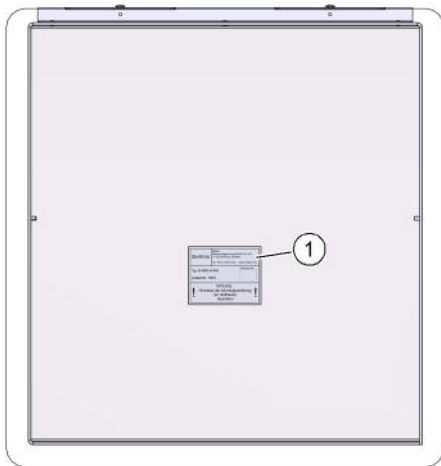

Abb. 2: Typenschild auf Putzschutzdeckel
- auf dem Putzschutzdeckel (siehe Pos.1 in Abb. 2)